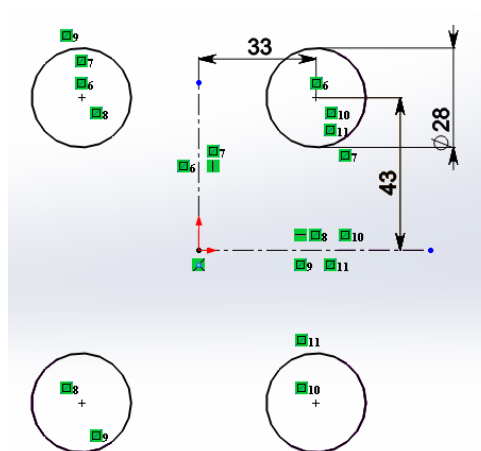

Рис.5. Ескіз циліндричних бокових вирізів
5. Створимо новий ескіз для вирізання чотирьох циліндричних частин з боків (Рис.5)